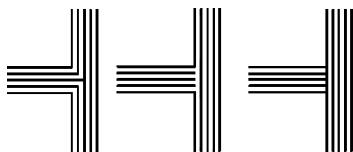

图 2-93 多线编辑
(5) 利用“Arc”命令刚刚结束绘制一段圆弧, 现在执行“Line”命令, 命令行提示“指定第一点:”时直接按〈Enter〉键, 结果是 ()。
(6) 重复使用刚执行的命令, 按 () 键。
(7) 如图 2-93 所示的图形采用的多线编辑方法分别是 ()。